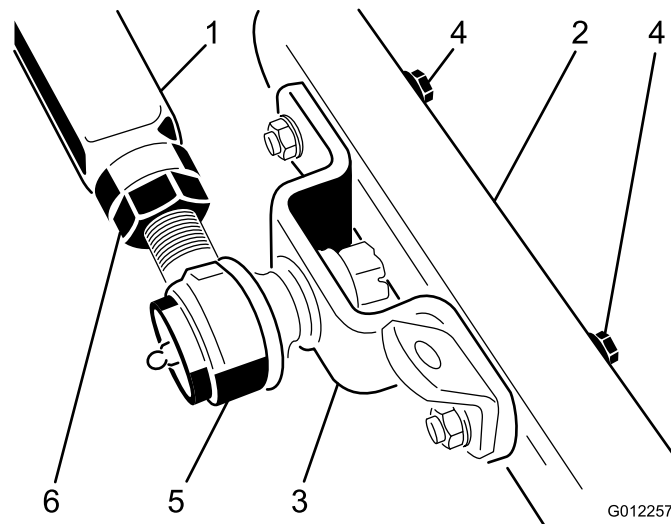

Figure 21
5. Demandez à une autre personne d'appuyer avec précaution sur le bras de poussée gauche jusqu'à ce que les trous du support de rotule soient en face des trous du bras pivotant (Figure 21). Glissez immédiatement un bloc de bois de 4 x 4 pouces (10,2 cm x 10,2 cm) entre le haut du bras de poussée et le dessous du châssis.